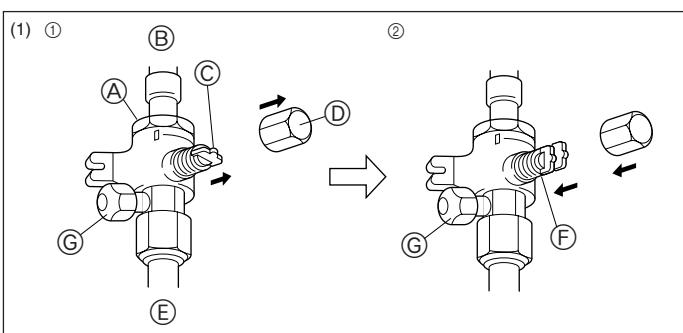
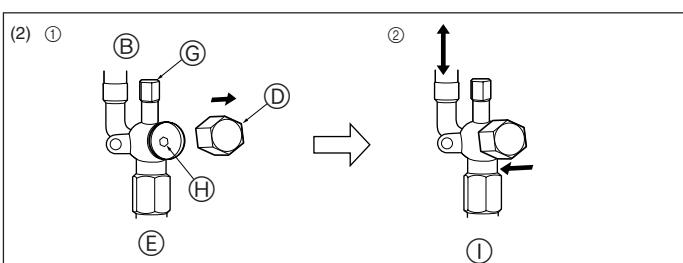

Fig. 4-6
Fig. 4-7
- (1) Gasseite (Fig. 4-6)
- ① Die Kappe entfernen, den Handgriff nach vorne ziehen, und zum Öffnen um 1/4 Umdrehung gegen den Uhrzeigersinn drehen.
- ② Sicherstellen, dass das Absperrventil vollständig offen ist, den Handgriff eindrücken, und die Kappe zurück in Ausgangsstellung drehen.
- (2) Flüssigkeiten Seite (Fig. 4-7)
- ① Entfernen Sie die Kappe und drehen Sie die Ventilstange mit einem 4 mm-Schekantschlüssel bis zum Anschlag gegen den Uhrzeigersinn. Hören Sie auf zu drehen, wenn der Anschlag erreicht ist.